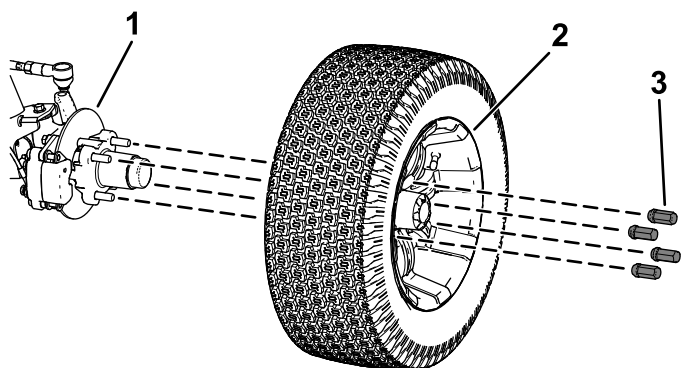

Figura 37
2. Retire las 4 tuercas que sujetan la rueda al cubo (Figura 37).
4. Alinee los orificios de la rueda con los espárragos del cubo y monte la rueda en el cubo con el vástago de la válvula hacia fuera (Figura 37).
5. Sujete la rueda al cubo usando las tuercas de las ruedas (Figura 37).